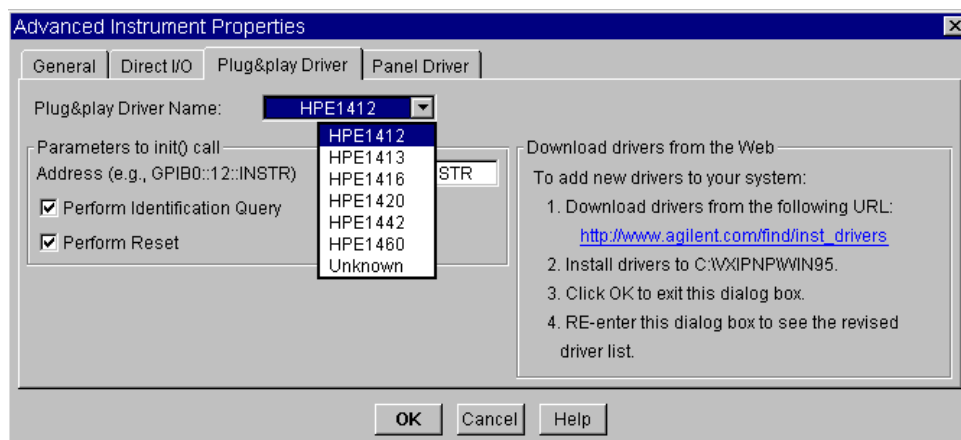

図 3-29. VXI plug&play ドライバの選択
3. [Advanced instrument Properties] ダイアログ・ボックスで、[Live Mode:] を [OFF] に切替え、[Plug&play Driver] フォルダを選択します。[Plug&play Driver Name:] フィールドをクリックして、コンピュータにインストールされているすべてのドライバをリストしたドロップダウン・メニューを表示します。この例では、図 3-29 に示すように HPE1412 ドライバを使用します。